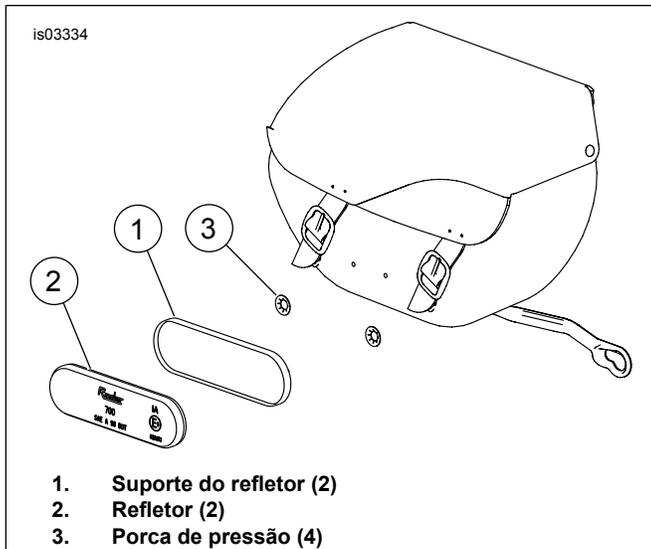

Figura 6. Instalação dos refletores
1. Veja Figura 6. Posicione o suporte do refletor (1) no centro do alforje.